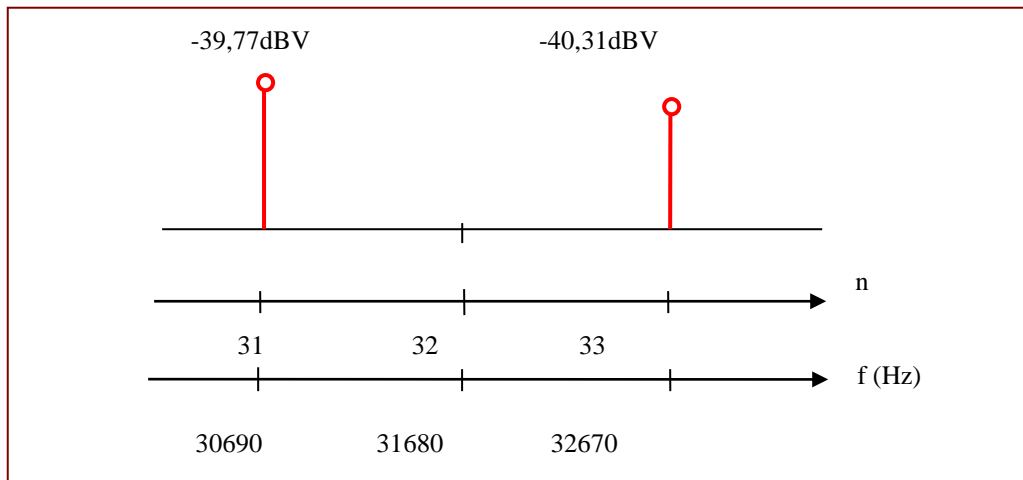

Figure 10 : Harmoniques $n = 31$, 32 et 33 d'un signal carré de rapport cyclique 50%
La transformée de Fourier (1) a les mêmes raies que la série de Fourier (10), les amplitudes sont par contre divisées par 2. Sur la figure 10 on a tracé les raies pour $f = 31 \times 990 = 30690\text{Hz}$ et $f = 33 \times 990 = 32670\text{Hz}$, la raie à $f = 32 \times 990 = 31680\text{Hz}$ est nulle d'après la relation (10).
Question 9 : Vérifier que les amplitudes de la figure 10 sont exactes.